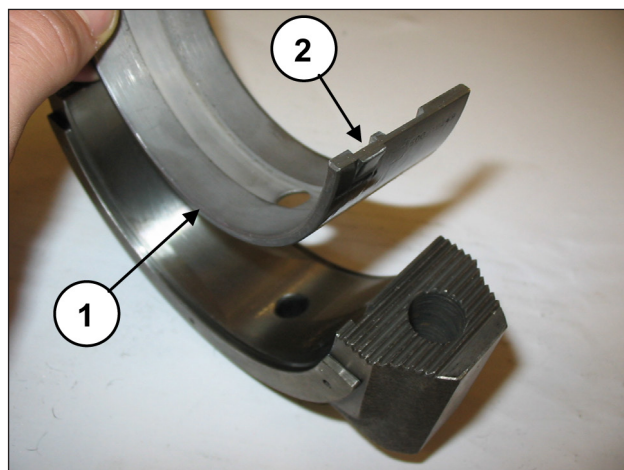

Рис. 82
Установите нижние полуподшипники на крышки (поз. ①, Рис. 82), убедившись, что контрольная шпонка полуподшипников попадает в специальный паз на крышке (поз. ②, Рис. 82).